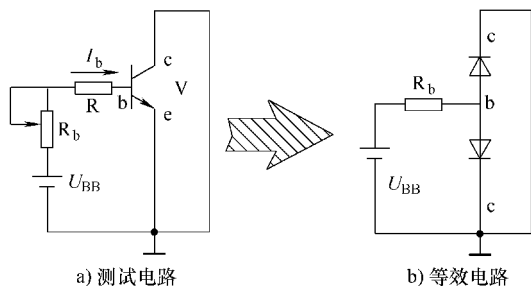
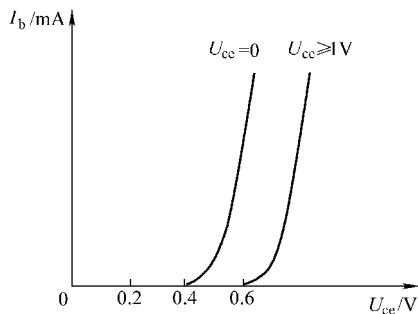

图 2-48 测试电路和等效电路
图 2-49 输入特性
1) 输入特性曲线。由晶体管的输入特性曲线可看出：晶体管的输入特性曲线是非线性的，输入电压小于某一值时，晶体管不导通，基极 b 电流为零，该电压为开启电压，又称为阈值电压。对于硅管，其阈值电压约为 0.5V，锗管约为 0.1 ~ 0.2V。当晶体管正常工作时，发射极 e 压降变化不大，对于硅管约为 0.6 ~ 0.7V，对于锗管约为 0.2 ~ 0.3V。 $U_{ce} = 0$ 时，晶体管测试电路和等效电路如图 2-48 所示，输入特性曲线如图 2-49 所示。